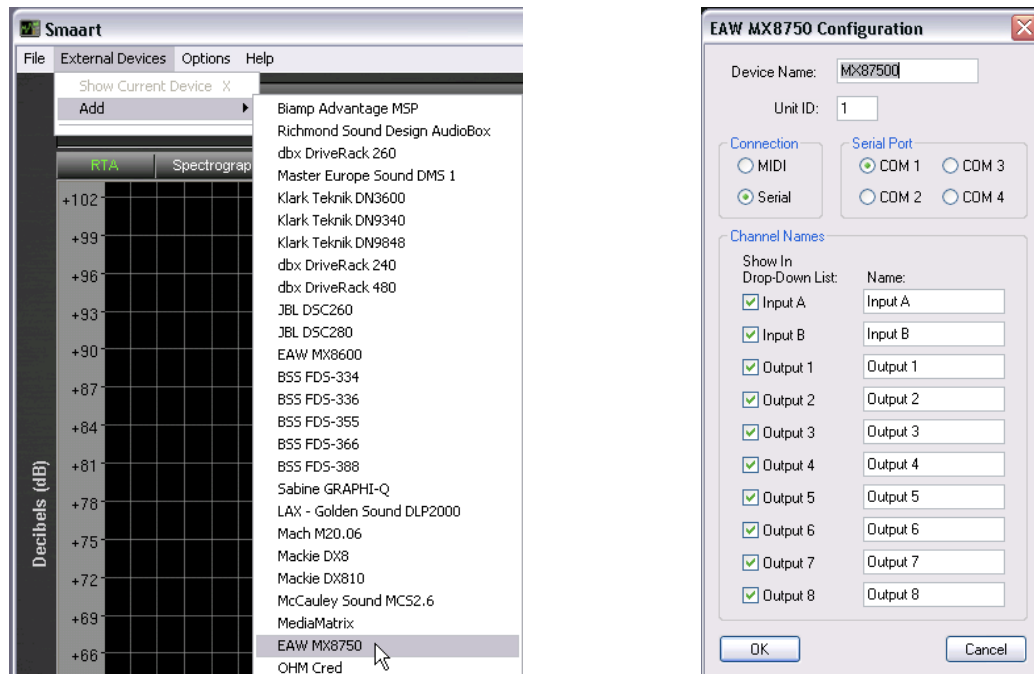

Bild 5-1 Selektion von **External Devices > Add** (links) und Konfiguration (rechts)
1. Selektieren Sie ein neues Gerät unter **External Devices > Add** (links im Bild 5-1). Daraufhin öffnet sich das Dialogfenster der Gerätekonfiguration (rechts im Bild 5-1). Wenn Sie das Gerät, das Sie kontrollieren möchten, nicht in der Liste finden, so checken Sie auf der EAW Webseite ob neue Gerätetreiber verfügbar sind.